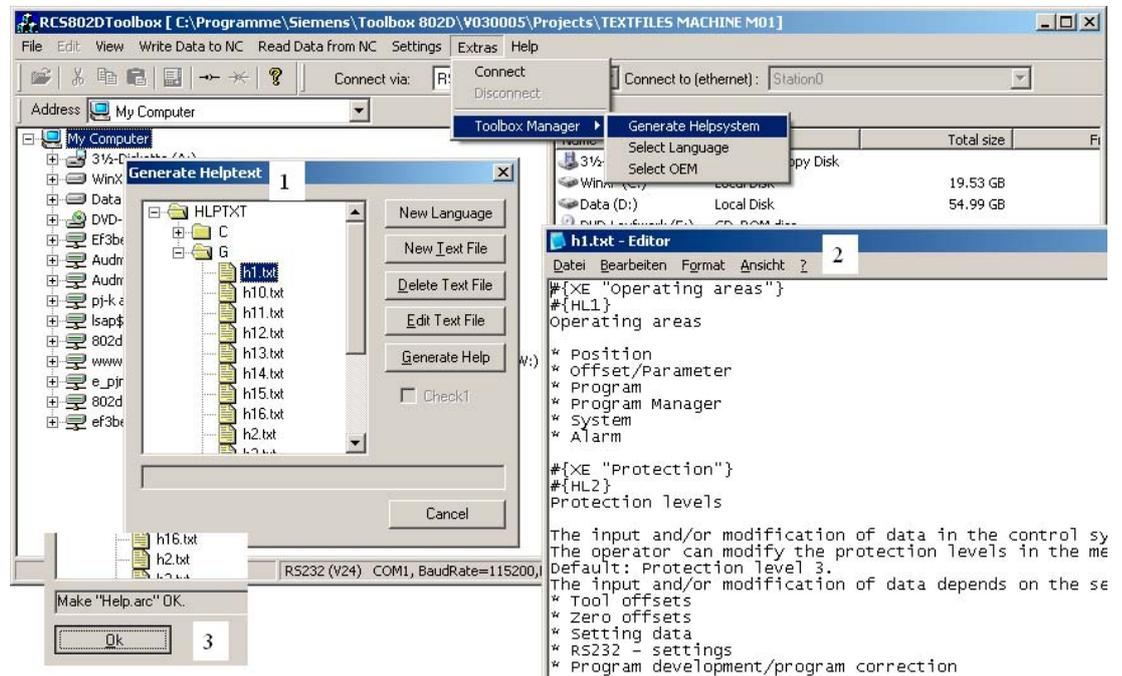

Fig. 9-2 Generazione di file di testo per supporto
Per creare il sistema di supporto si deve selezionare nella barra di menu di RCS802D **Extras > Toolbox Manager > Generate Helpsystem** (1). Qui si può creare una nuova lingua o un nuovo file di testo. File di testo disponibili possono essere editati (2) o cancellati. Dopo aver generato il file di testo terminare con OK (3) (vedere la fig. 9-2).